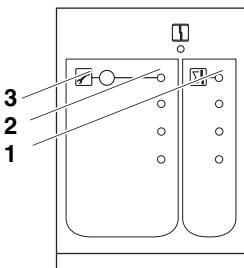

Рис. 2 Фронтальная панель функционального модуля FM 448
Если в текущий момент времени возникла неисправность в системе управления или в сопряженных с ней элементах, то на функциональном модуле FM 448 загорается светодиод "Общее сообщение о неисправности" (рис. 2, **поз. 1**).
- Удерживайте нажатой кнопку "Техническое обслуживание/подавление сигнала" (рис. 2, **поз. 3**) до загорания светодиода "Техническое обслуживание/подавление сигнала" (рис. 2, **поз. 2**) для того, чтобы временно (максимум на 2 часа) отключить подсоединенное сигнальное устройство.
Если специалист отопительной фирмы включил функцию "Техническое обслуживание", то на функциональном модуле FM 448 загорается светодиод "Техническое обслуживание/подавление сигнала" (рис. 2, **поз. 2**).
Вы можете выключить функцию "Техническое обслуживание" повторным нажатием кнопки (рис. 2, **поз. 3**).